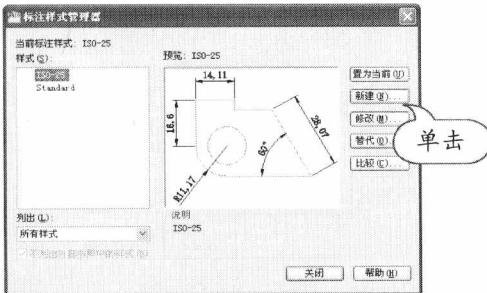

图 1-21 新建标注样式
**STEP 01** 新建标注样式。打开随书光盘原始文件，在菜单栏中执行“格式>标注样式”菜单命令，在“标注样式管理器”对话框中单击“新建”按钮，如图 1-21 所示。